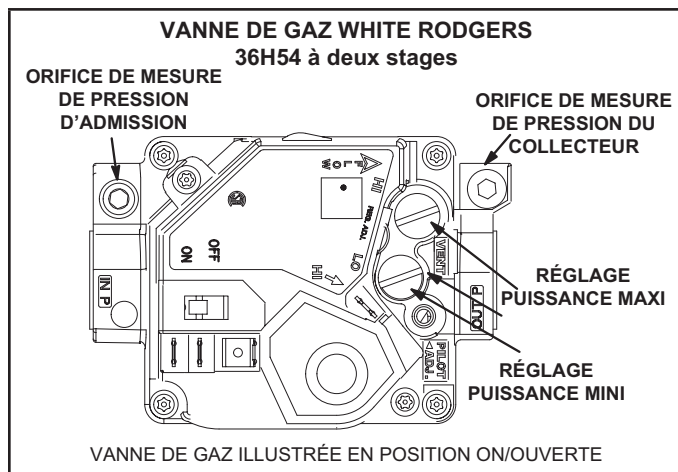
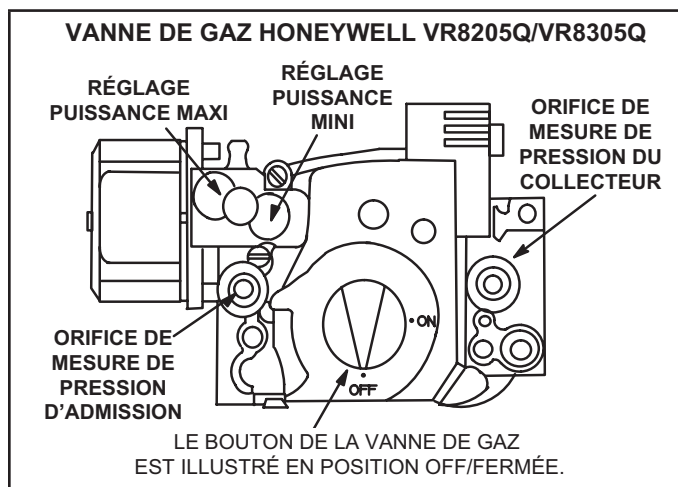

FIGURE 33
FIGURE 34
Fonctionnement de la vanne de gaz pour Honeywell VR8205Q/VR8305Q et White Rodgers 36H54 (FIGURE 33 et FIGURE 34).
- 5 - Mettre l'interrupteur de la vanne de gaz sur **OFF/FERMÉ**. Voir FIGURE 33. Sur les vannes de gaz Honeywell VR8305Q, tourner le bouton dans le sens des aiguilles d'une montre jusqu'en position **OFF/FERMÉE**. Ne pas forcer. Voir FIGURE 34.
- 6 - Attendre cinq (5) minutes pour s'assurer que tout le gaz a eu le temps de se dissiper. En cas d'odeur de gaz, **ARRÊTER!** Appeler immédiatement le fournisseur du gaz depuis un voisin et se conformer à ses instructions. S'il n'y a pas d'odeur de gaz, passer au point suivant.
- 7 - Mettre l'interrupteur de la vanne de gaz sur **ON/FERMÉ**. Voir FIGURE 33. Sur les vannes de gaz Honeywell VR8305Q, tourner le bouton dans le sens inverse des aiguilles d'une montre jusqu'en position **ON/OUVERTE**. Ne pas forcer. Voir FIGURE 34.